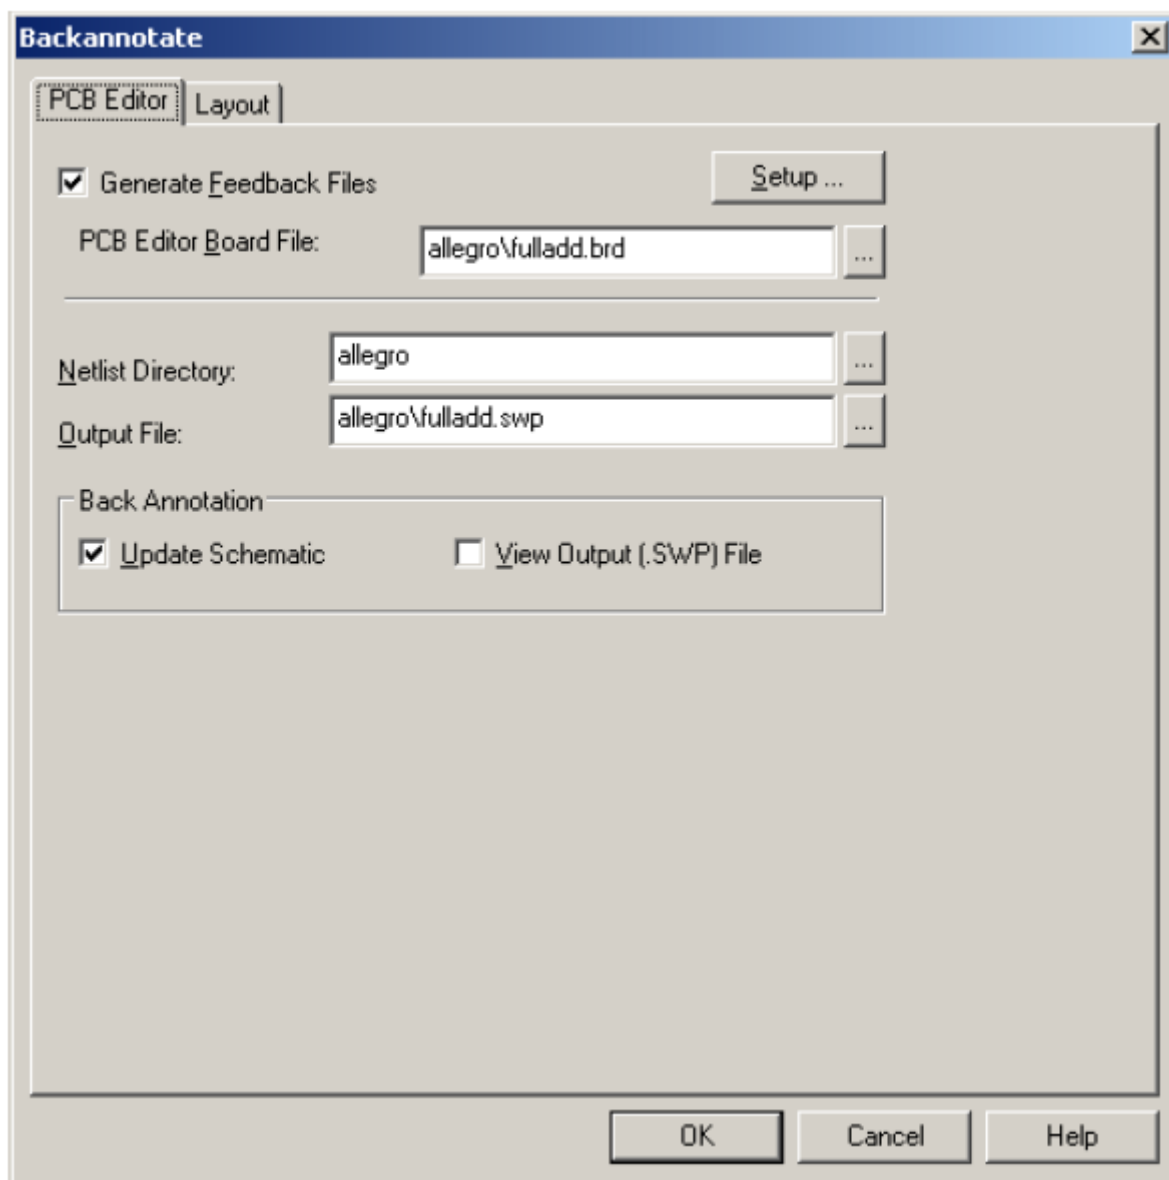

Рис. 21.59. Окно обратного аннотирования
3. Выберите пункт меню Tools – Back Annotate. Появится диалоговое окно Backannotate (рис. 21.59).